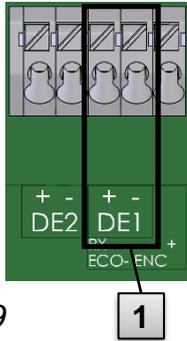

Abb. 9
1. Schließen Sie den Impulsausgang des Gaszählers an die Klemme „DE1“ (**1** in Abb. 9) des EK205 an.
3. Lassen Sie den Temperaturlaufnehmer mit Hilfe der Plombierhülse **1** und der Drahtplombe **3** gemäß Abb. 9 durch einen Eichbeamten verplomben.